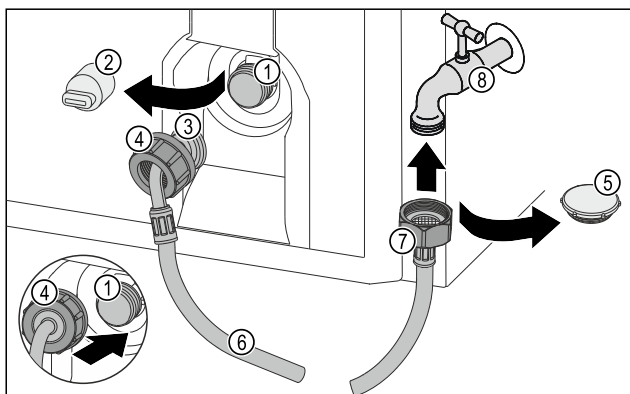

Fig. 44
- Odstranite zaporno loputo Fig. 44 (5).
- Ravni konec gibke cevi Fig. 44 (7) priključite na pipo za vodo Fig. 44 (8).
- Matico na ravnem koncu gibke cevi Fig. 44 (7) zategnite v smeri urnega kazalca.